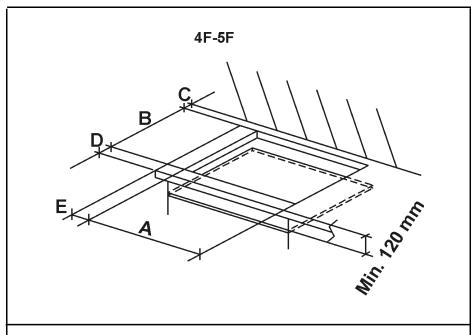

FIG. 7
En la superficie del mueble modular se debe efectuar una abertura con las dimensiones indicadas en la fig. 7, prestando atención en respetar estrictamente las distancias críticas entre la superficie, las paredes laterales, la pared posterior y la superior (véase fig. 7 - 8).
- Para evitar posibles contactos casuales con la superficie del armazón de la encimera, sobre calentada durante el funcionamiento, es necesario colocar un separador de madera fijado por tornillos a una distancia mínima de 120 mm del borde (fig. 7).